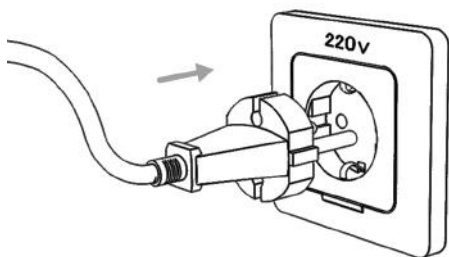

Рис. 7.2. Схема подключения к сети.
5. Подсоедините сетевой кабель аппарата и компрессора к электросети с требуемыми параметрами. Проверьте надежность соединения кабеля и сетевой розетки (См. рис. 7.2).